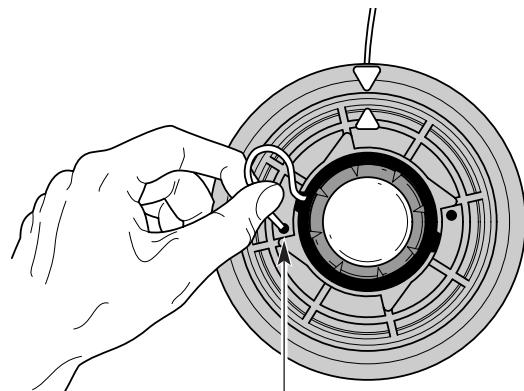

Figure 17
5. Inserte la línea en el orificio de cierre. No empuje la línea más de 12,7 mm (1/2 pulgada) dentro del orificio de cierre. Cuando la línea está bien insertada, formará un bucle pequeño (Fig. 17).